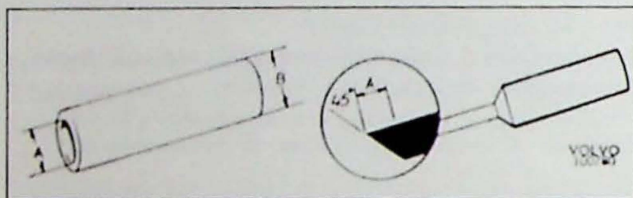
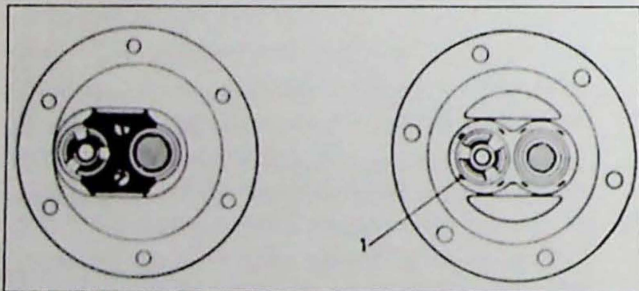

Fig. 3.39. Werktuig voor de montage van kleppen in brandstofpomp. Linker tekening: A=14,5 mm; B=19 mm. Rechter tekening: A=2,5mm
Fig. 3.40. Montage van de kleppen in de brandstofpomp. Linker tekening: vroege montage, Rechter tekening: latere montage. 1. stuikborging
- 4a. Wisselen van de kleppen (vroegere bevestiging) (Fig. 3.39): Maak de schroeven van de houder los. Neem de oude kleppen eruit. Maak de zittingen van de kleppen schoon. Breng de nieuwe pakking en de nieuwe kleppen op hun plaats aan en monteer de houder.
- 4b. Vervangen van de kleppen (latere modellen) (Fig. 3.40). Neem de oude kleppen uit met een schroevendraaier of een ander geschikt werktuig. Maak de klepzittingen schoon. Plaats de nieuwe kleppen met nieuwe pakkingen. Druk de kleppen op hun plaats met een hulsje. Een pijpje met de maten zoals aangegeven in Fig. 3.39 is hiervoor geschikt. Borg hierna de kraag van ieder ventiel met een doorslag (Fig. 3.40). De maat van de doorslag is te zien op Fig. 3.39.
2. Monteer de nieuwe kleppen en (vroegere uitvoering) houder. Monteer de nieuwe kleppen bij de latere uitvoering en borg deze (Fig. 3.39 en 3.40).